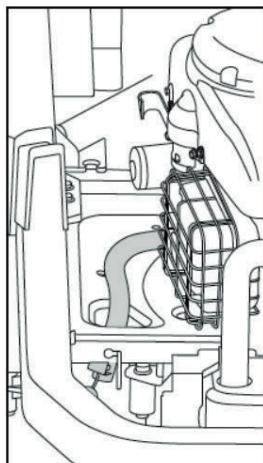

FIG.30B
6. GIRE EN EL SENTIDO CONTRARIO A LAS AGUJAS DEL RELOJ Y TIRE DEL TAPÓN DE VACIADO PARA EXTRAERLO. (FIG.30B)